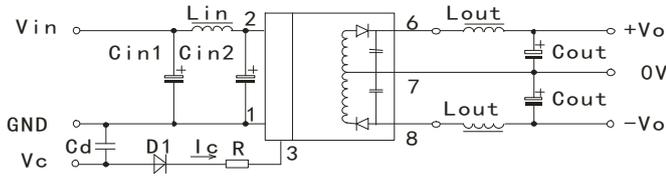

图 2
①所有该系列的 DC/DC 转换器在出厂前, 都是按照 (图 2) 推荐的测试电路进行测试的。
②若要求进一步减小输入输出纹波, 可将输入输出外接电容 C_{in1} 、 C_{in2} 、 C_s 和 C_{out} 适当加大或选用串联等效阻抗值小的电容器, C_s 用于降低纹波, 若纹波已满足需求, 则无需再添加 C_s 。但应选用合适的滤波电容值, 若电容太大, 很可能造成启动问题。对于每一路输出, 在确保安全可靠工作的条件下, 其滤波电容的最大容值须小于最大容性负载。
C3	参照图 2 中 Cout 参数